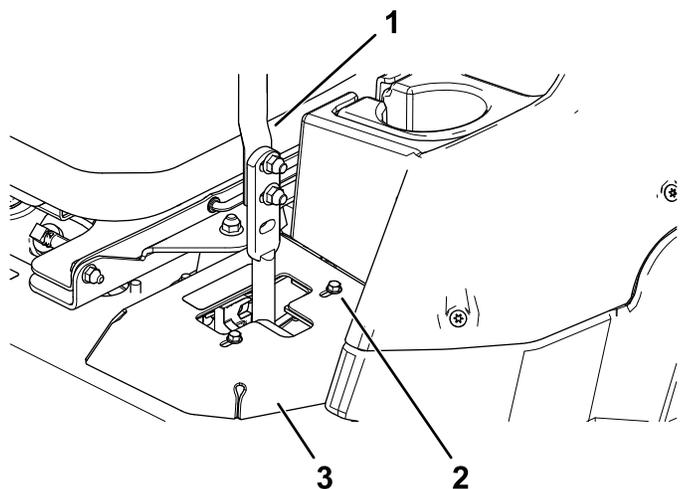

Figura 49
- Si se desvía hacia la derecha, afloje los pernos y ajuste la chapa del tope izquierdo hacia atrás en la ranura en T de la izquierda hasta que la máquina avance en línea recta (Figura 49).
- Si se desvía hacia la izquierda, afloje los pernos y ajuste la chapa del tope derecho hacia atrás en la ranura en T de la derecha hasta que la máquina avance en línea recta (Figura 49).
6. Apriete la chapa del tope (Figura 49).